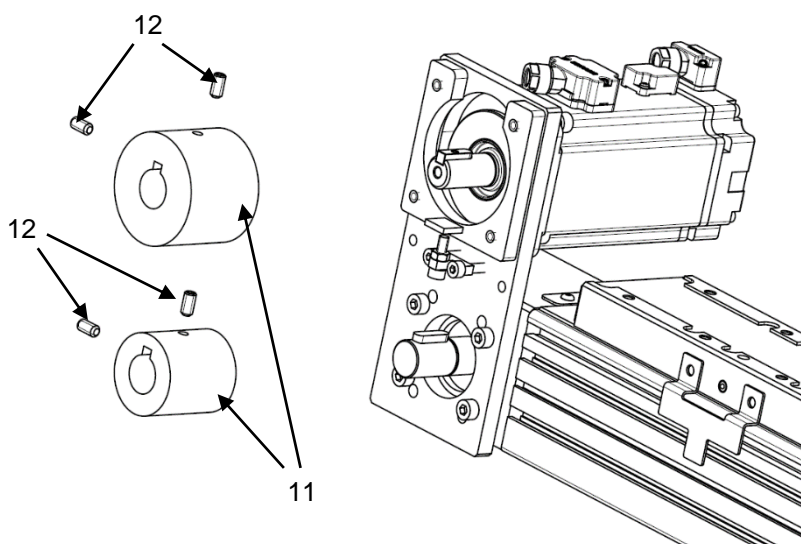

Рисунок 12 – Установка шкивов
- 3) Установите шкивы (поз. 11) на валы электродвигателя/редуктора (поз. 5) и линейного модуля (поз. 1) (см. рисунок 12). Закрепите шкивы на валах с помощью винтов (поз. 12);